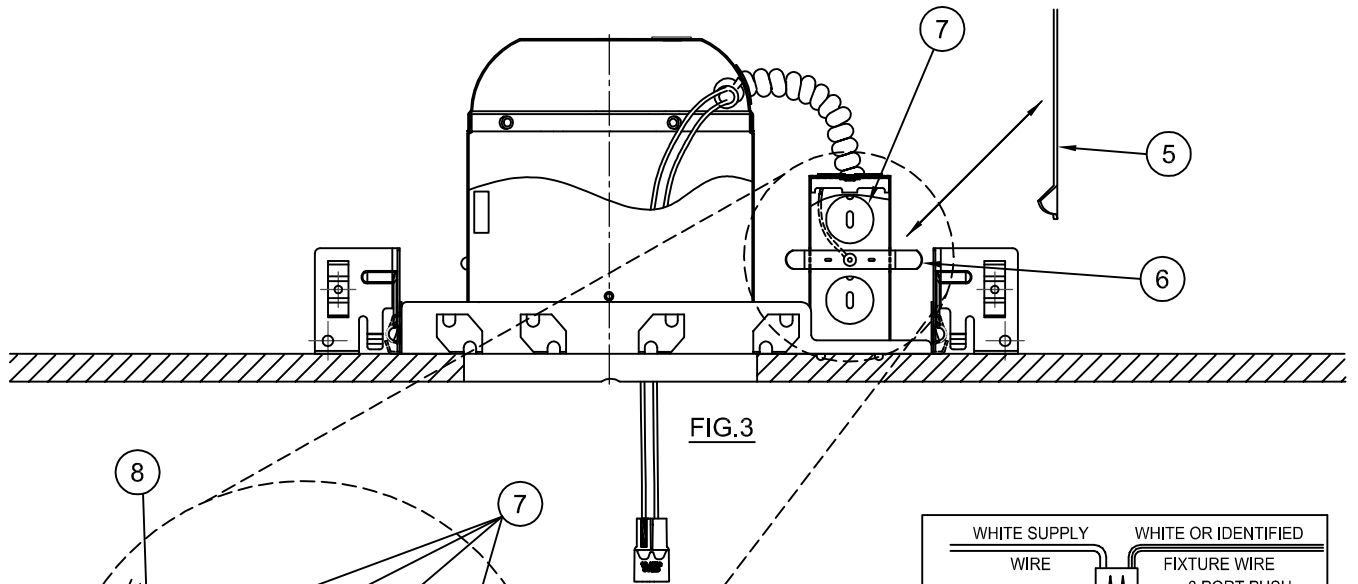

FIG.3
3.- Unsnap Junction Box Cover (5) by lifting the Leaf spring (6). (Fig.3)
3.- Abra la caja de conexiones (5) levantando el muelle de ballesta (6). (Fig.3)
3.- Libérez le couvercle de la boîte de raccordement (5) en soulevant le ressort à lame (6). (Fig.3)